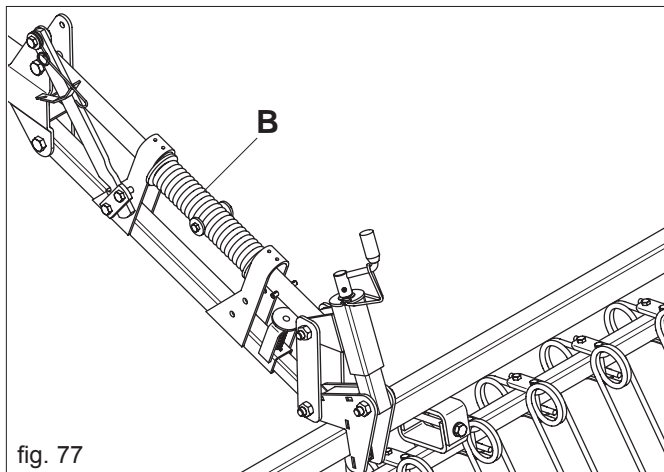

fig. 77
La pressione di lavoro dei denti a molle dell'erpice copriseme può essere variata mediante la rotazione della molla (B) posta sul braccio parallelo superiore (Fig. 77).